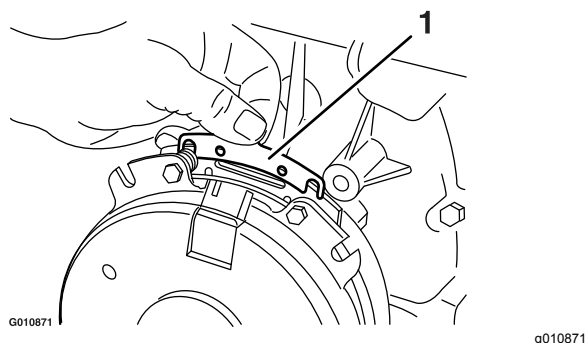

Figure 81
- B. A l'aide d'une pince à becs longs ou avec les doigts, saisissez la languette et déposez la cale (Figure 81).
Enlevez l'herbe, les saletés et autres débris éventuellement accumulés sur la grille du moteur. Cela permet d'assurer un refroidissement et un régime moteur corrects, et réduit les risques de surchauffe et de dommages mécaniques du moteur (Figure 81).